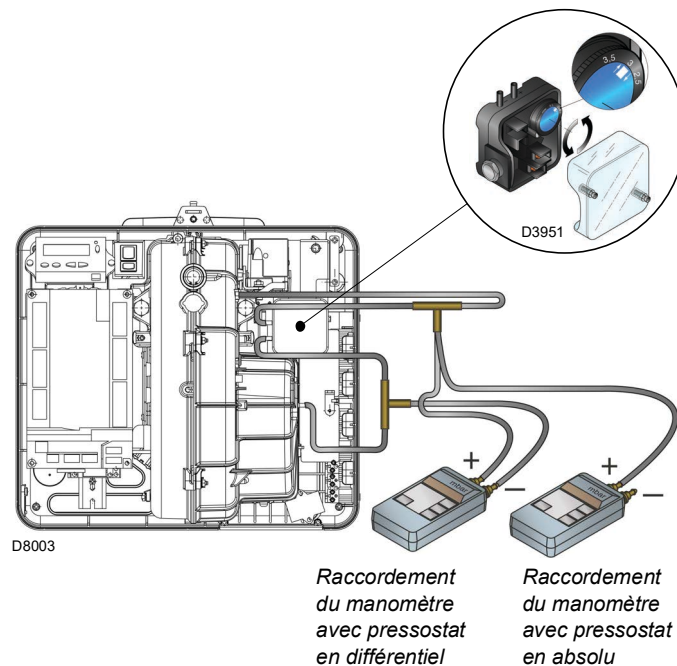

Fig. 29
- Régler le pressostat air (Fig. 29 à la page 32) au début de la graduation.
Régler le pressostat air (Fig. 29) après tous les autres réglages du brûleur avec le pressostat à air réglé au début d'échelle.
L'encombrement du brûleur est indiqué dans la Fig. 29. La configuration standard est celle du pressostat de l'air raccordé en absolu. A remarquer la présence d'un raccordement en «T» non fourni.
Dans certaines applications en fortes dépressions, le raccordement du pressostat ne lui permet pas de commuter. Dans ce cas il est nécessaire de raccorder le pressostat dans le mode différentiel, en appliquant un deuxième petit tuyau entre pressostat air et bouche d'aspiration du ventilateur. Dans ce cas il faut également connecter en mode différentiel le manomètre, comme indiqué sur la Fig. 29.